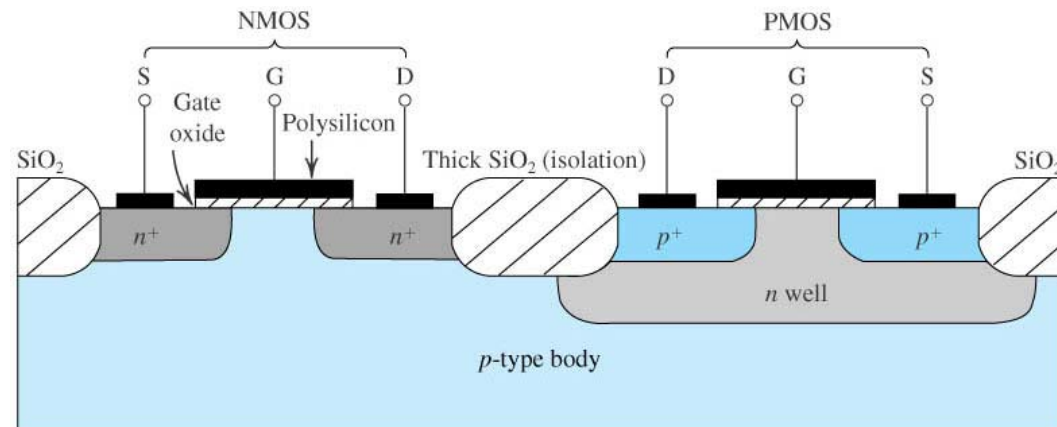

Fig. 9
■ A Fig. 9 temos uma secção transversal duma pastilha CMOS ilustrando como os transístores PMOS e NMOS são fabricados.